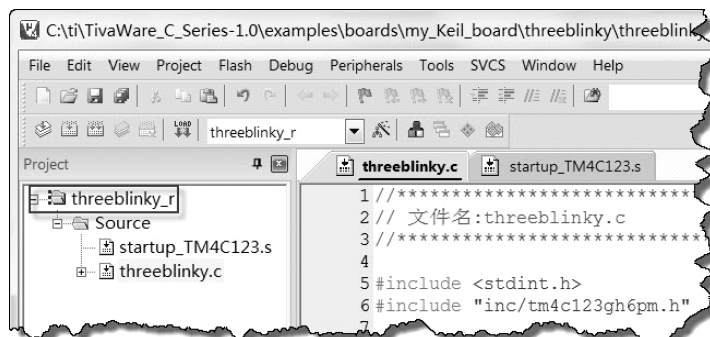

图 5-11 创建的闪烁灯工程（寄存器）
3) 在 Keil ARM 中创建 threeblink_r 工程，如图 5-11 所示。